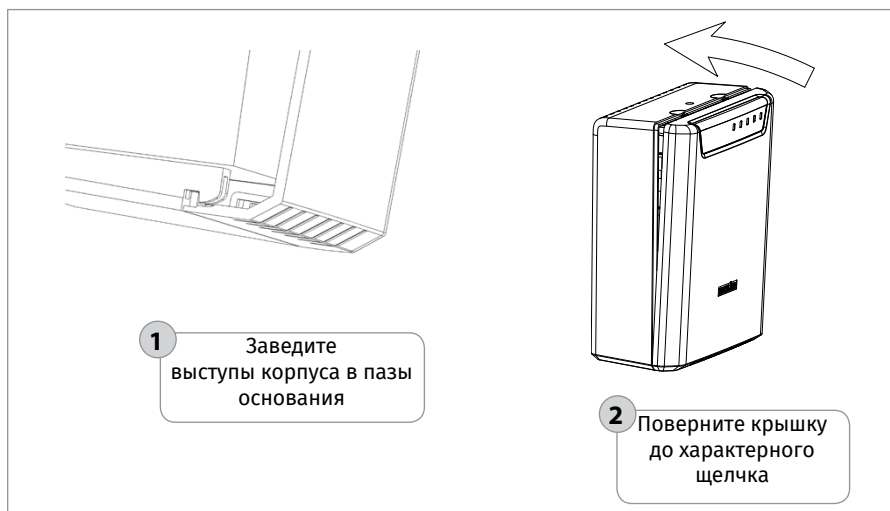

Рисунок 7. Установка крышки
7. Закройте крышку прибора (см. Рисунок 7). Для этого заведите зацепы нижней части крышки в пазы на корпусе РИП, затем закройте крышку до щелчка.